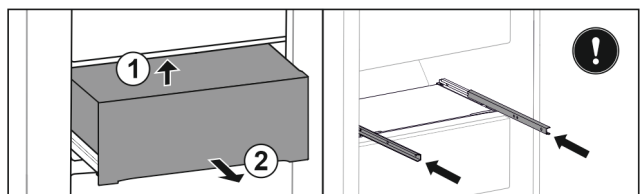

Fig. 135
- ▶ Повдигнете чекмеджето отдолу отзад. *Fig. 135 (1)*
- ▶ Извадете чекмеджето напред. *Fig. 135 (2)*